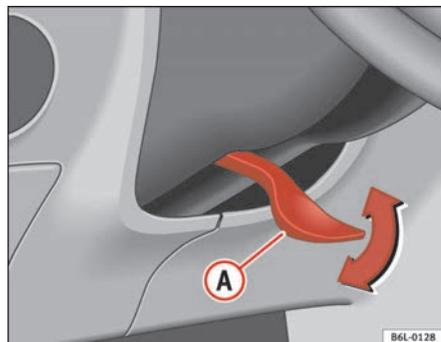

Fig. 97 Réglage de la position du volant de direction
- Basculez le levier **A** ⇒ fig. 97 situé sous la colonne de direction vers le bas ⇒ **!**.